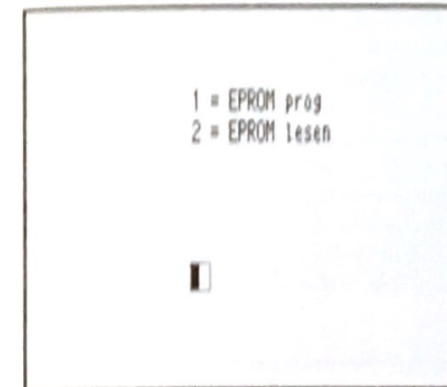

Bild 23. Nach diesem Menü würden Sie mit w wieder auf das Anfangsmenü stoßen
4. Und bei nochmaliger Eingabe von „w“ und „CR“ Bild 23.